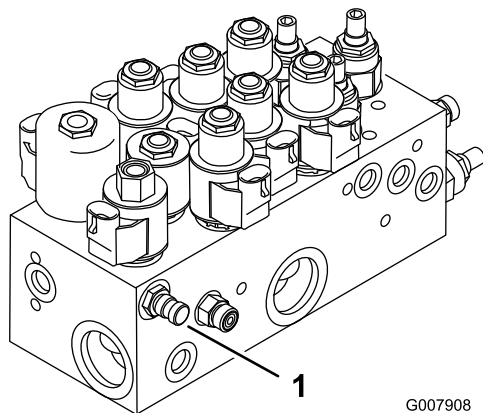
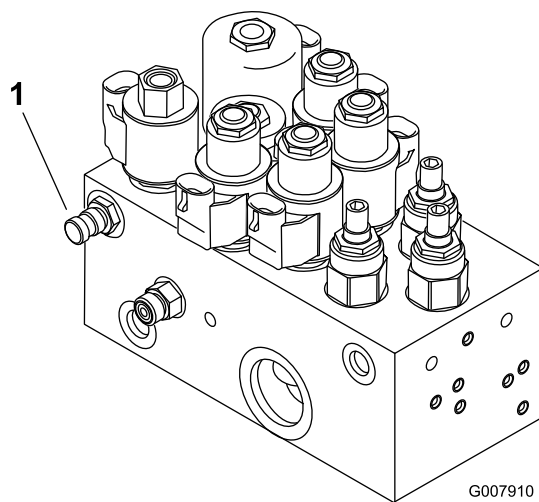

Figura 79
Figura 80
1. A porta de teste A (Figura 79 e Figura 80) é utilizada para ajudá-lo a detectar os problemas no circuito hidráulico dos cilindros de elevação.